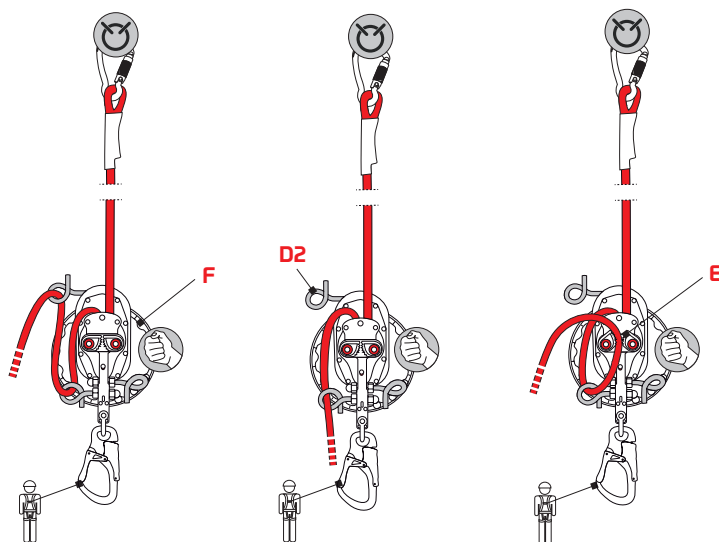

Fig.10
- f) soltar el volante (F),
- i) manteniendo firme el volante (F), extraer la cuerda del ojal “en espiral” (D2) e introducirla en la leva (E) - fig. 10,